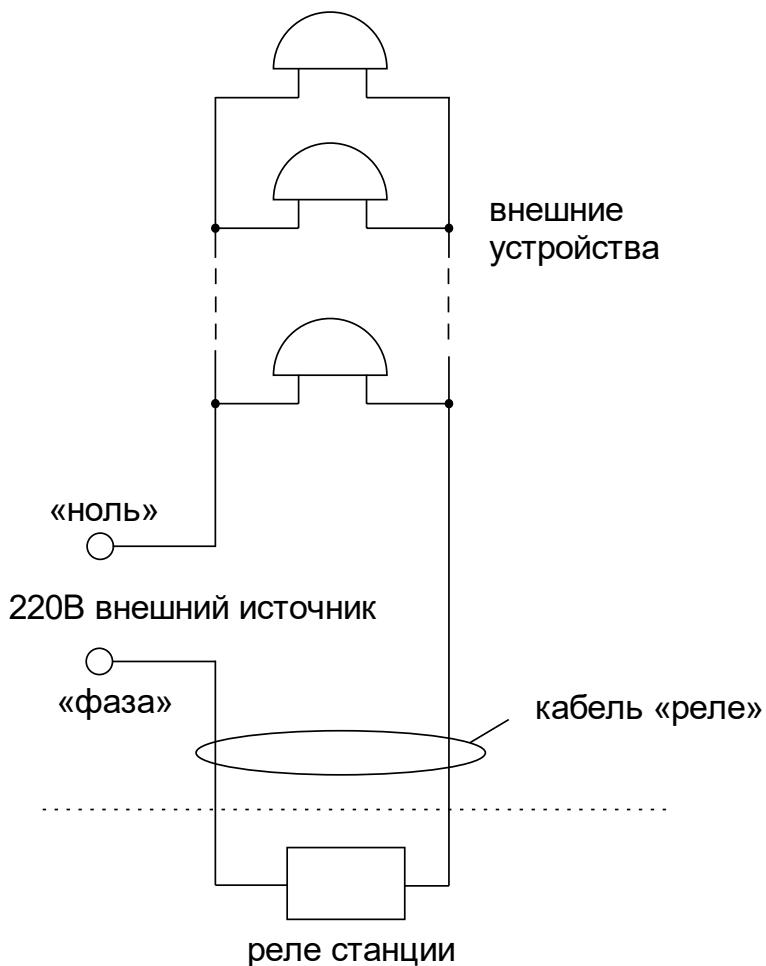

Рис. 1.
Внешние устройства должны подключаться к часовой станции по схеме рис. 1. При этом для питания внешних устройств используется внешнее электропитание 220 В, независимое от электропитания часовой станции.
4.5. Кабель «Реле» необходимо подключить, используя клеммную колодку (коробку), следующим образом (см. схему на рис.1). На один из проводов кабеля «Реле» необходимо подать «фазу» внешнего напряжения электросети 220 В, предназначенный для питания внешних устройств; второй провод кабеля «Реле» подключить непосредственно к одному из входов питания внешних устройств; другой вход питания внешних устройств подключить на «ноль» питающей электросети 220 В. Все внешние устройства должны быть соединены друг с другом по входам питания параллельно. К внешним устройствам относятся, например, школьные звонки громкого боя.